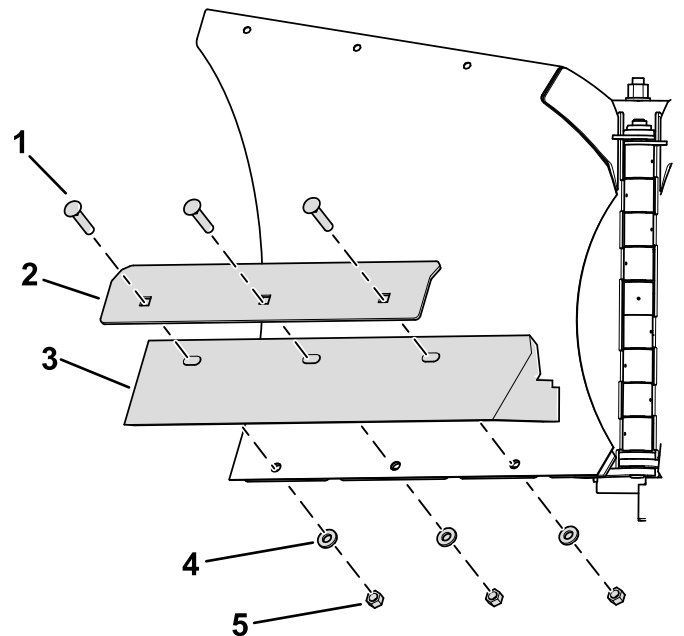

**Figura 1**
3. Retire los bordes de corte existentes retirando los pernos, las arandelas y las tuercas que fijan los bordes de corte a las cuchillas (Figura 1).